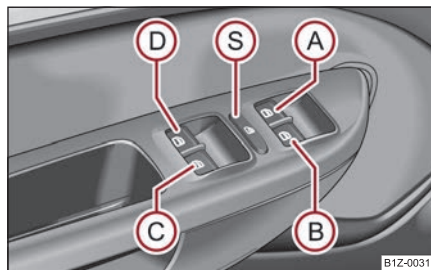

Fig. 51 Tastele din ușa conducătorului
⇒ pagina 52, fig. 51, pasagerului din dreapta și în ușile din spate* ⇒ pagina 53.
Apăsând comutatorul de siguranță (S) ⇒ pagina 52, fig. 51, puteți scoate din funcțiune comutatoarele din ușile din spate. Apăsând încă o dată comutatorul de siguranță (S), puteți restabili funcționarea tastelor din ușile din spate.
- Când se transportă copii pe locurile din spate, vă recomandăm să scoateți din funcțiune comutatoarele din ușile din spate (comutatorul de siguranță) (S) ⇒ pagina 52, fig. 51.